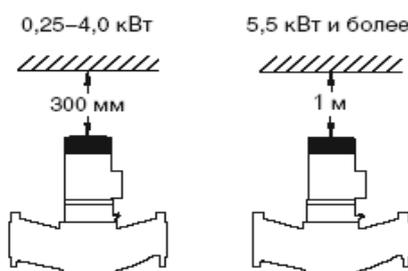

Рис. 2.
5. Необходимо обеспечить достаточный доступ воздуха для охлаждения электродвигателя и пространство для осмотра и снятия электродвигателя. Минимальные рекомендуемые расстояния между электродвигателем (верхней частью насоса) и стеной (полом) приведены на рис. 2.